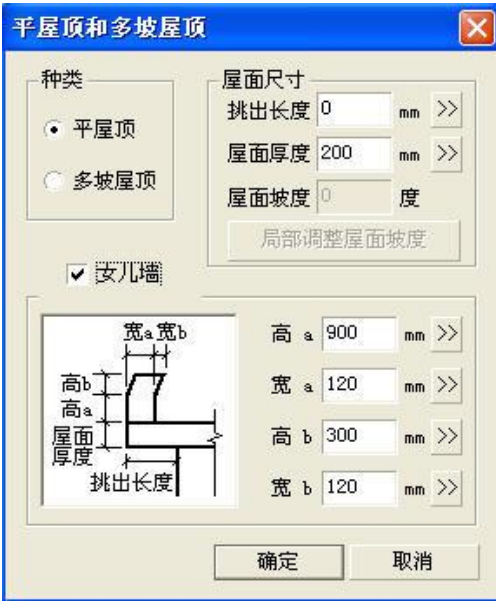
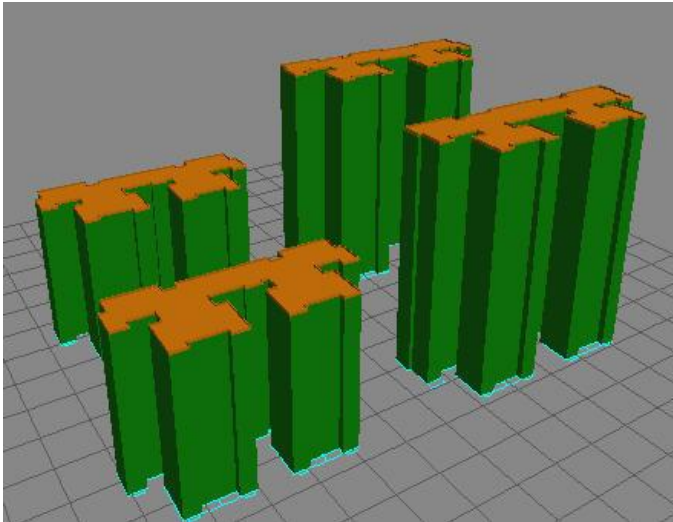

图 15-9
图 15-10
- 1、选择“日照建模/屋顶/平屋顶和多坡屋顶”功能。根据命令行提示选择“加入屋顶的建筑或建筑顶轮廓”。弹出如下图 15-9 对话框；
- 2、设置相应参数如图 15-9，点击“确定”如图 15-10；